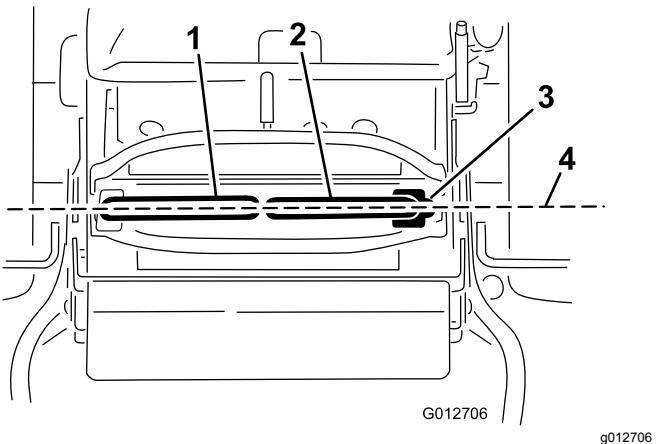

図 66
重要 走行コントロールレバーの調整を行った後は、走行状態を確認してください図 66。
1. 水平調整が終わったら、両方の走行コントロールレバーを前方に少し押して各リンクの遊びをなくし、その状態で両レバーが前後に揃っているかどうかを点検する図 66。